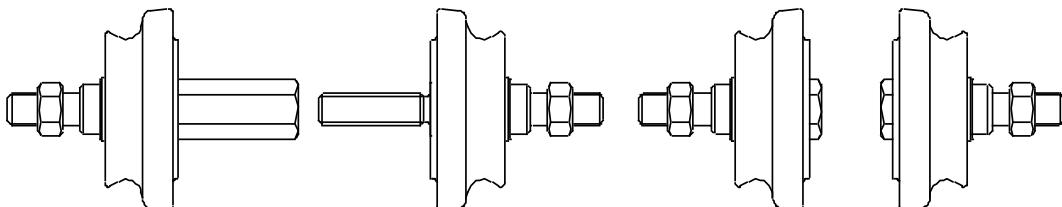

Рисунок 6 - Комплект больших правильных роликов для колёс автомобилей «Ока»
**ВНИМАНИЕ!** Для правки колёс автомобилей «Ока» необходим комплект больших правильных роликов(рисунок 6), **поставляемый по дополнительному заказу.**